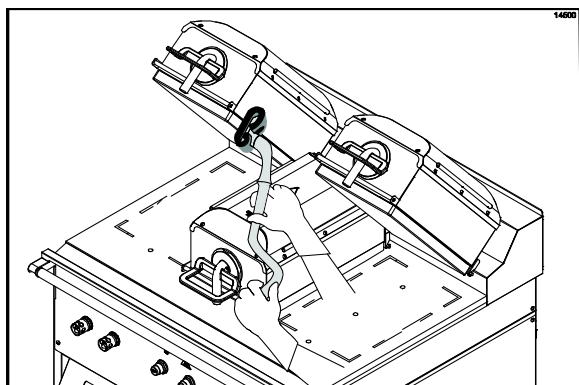

Рисунок 39
21. Нанесите моющий раствор для гриля на внутренние кромки правой и левой верхних плит. (См. рис. 39)